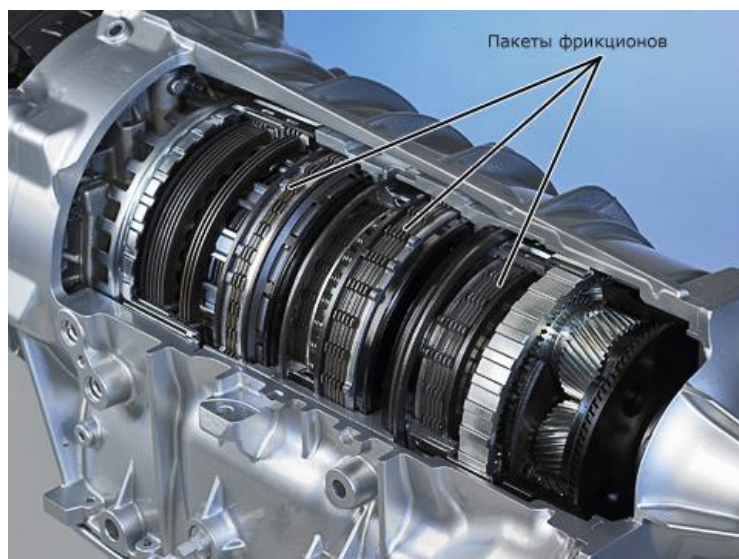

Рисунок 15 – Расположение в АКПП пакетов фрикционов
**Пакеты фрикционов** (рис. 15) состоят из нескольких колец — неподвижных и подвижных. Они свободно вращаются друг относительно друга до тех пор, пока не возникнет необходимость включить передачу. Гидравлический толкатель зажмёт фрикционы тогда, когда в соответствующей магистрали будет создано рабочее давление. Подвижные элементы фрикциона, жёстко связанные, например, с водилом планетарной передачи, будут застопорены, водило остановится, передача включится.